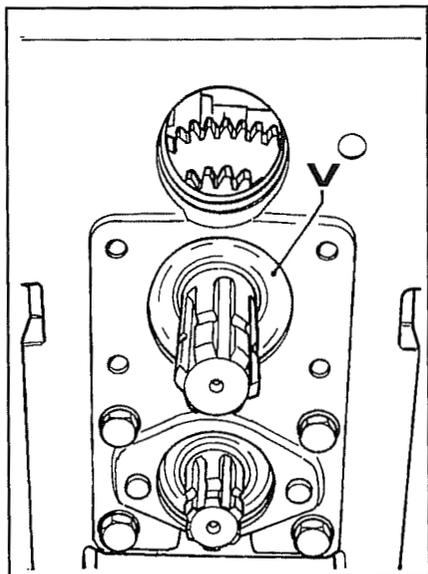

Fig. 16
6. De la parte posterior del cárter quitar el anillo de sellado aceite **V** fig. 16 y el anillo elástico seeger subyacente.